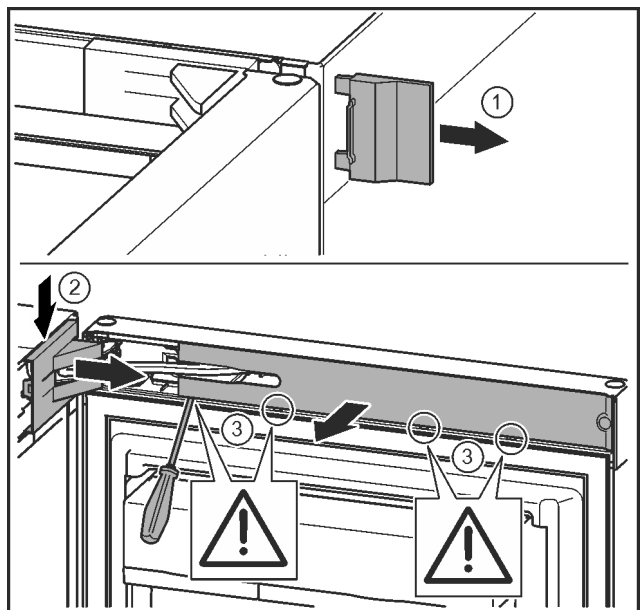

Fig. 12
- Buitenste afdekking verwijderen. *Fig. 12 (1)*
- Lagerbusafdekking ontgrendelen en losmaken. Afdekking van de lagerbus verwijderen. *Fig. 12 (2)*
- Paneel met de sleufschroevendraaier losmaken en naar de zijkant draaien. *Fig. 12 (3)*